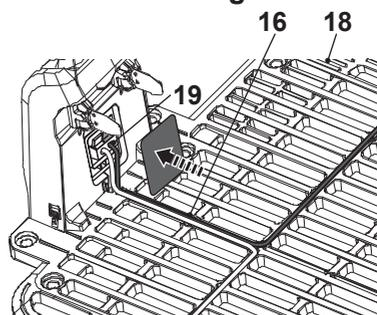

Fig. 16
- > Lorsque le câble périphérique a été fixé en position avec les piquets sur tout le pourtour de la zone de tonte jusqu'à la station de charge, guidez le câble dans la fente (16) (Fig. 16).
> Insérez l'extrémité du câble dans le connecteur droit (noir) et replacez le couvercle du boîtier de raccordement (19) (Fig. 16).